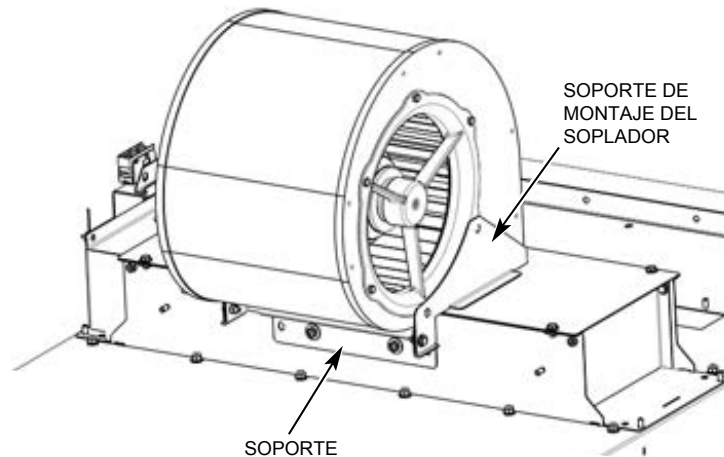

Figura 23
3. Baje el lado posterior del soplador de tal manera que los orificios de sus soportes de montaje se alineen con los orificios de los soportes de sujeción en el alojamiento del calentador (Figura 23).
4. Instale tornillos ¼-20 de cabeza hexagonal con arandelas y tuercas de tope tal como se muestra en la Figura 23 y apriételos.